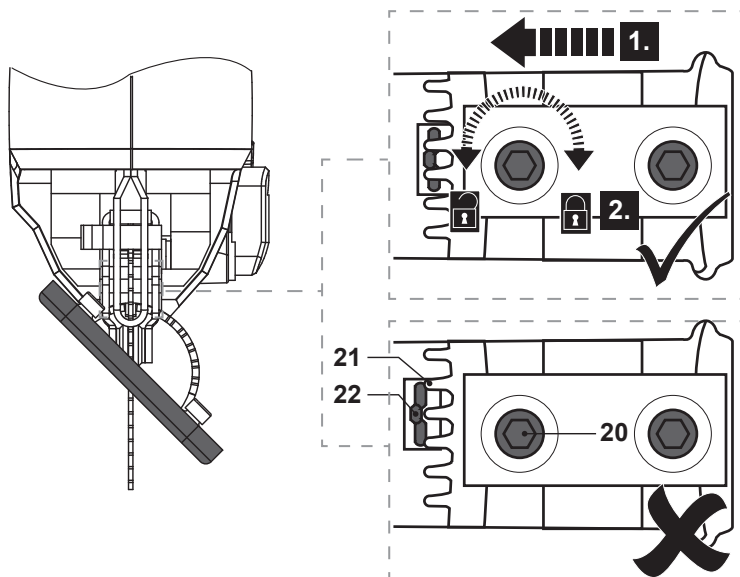

Fig. 9
- > Strângeți cele 2 șuruburi hexa (20) cu cheia hexa (6) (Fig. 9, pasul 2).